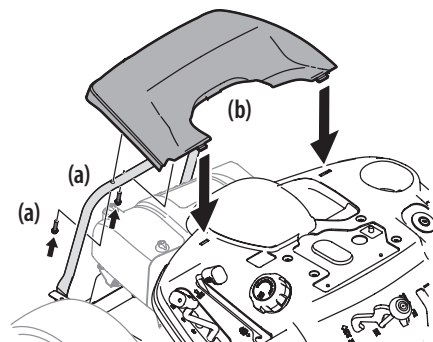

Figure 13
1. Retirez les deux vis hexagonales (a) installées en usine situées sur le couvercle du moteur (b). Conservez les vis pour utilisation ultérieure. Voir Figure 13.
2. Installez le couvercle de moteur arrière (b) en le plaçant comme illustré à la Figure 13. Faites-le basculer vers l'avant pour l'ajuster dans les fentes aménagées, puis inclinez-le vers l'arrière pour aligner les trous de montage.